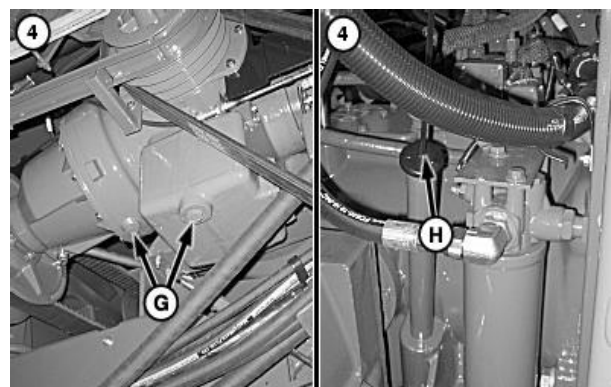

Рис.4.70 – Заміна оливи в редукторі відбору потужності двигуна
4. Замінити оливу в редукторі відбору потужності двигуна (рис.4.70). Злити через отвір пробки (G). Знову заповнити та перевірити рівень оливи на щупі (H).